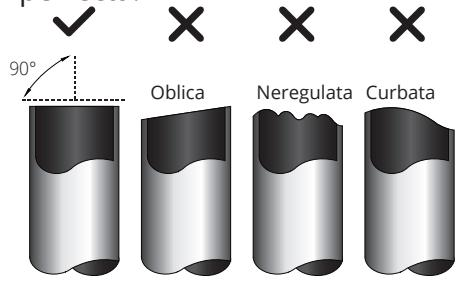

Fig. 7.5
- Asigurati-v-a ca unghiul de taiere este de 90°, perfect. Consultati fig. 7.5 pentru exemple de taiere imperfecta.